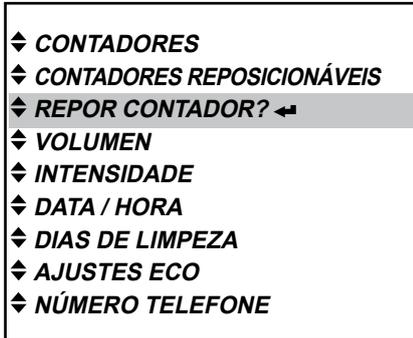

Fig. 34
- No modo de entidade exploradora, ative o menu «CONTADOR REPOSICIONÁVEL?» e prima a tecla de Enter **↵**, para aceder ao mesmo. (Fig. 34)